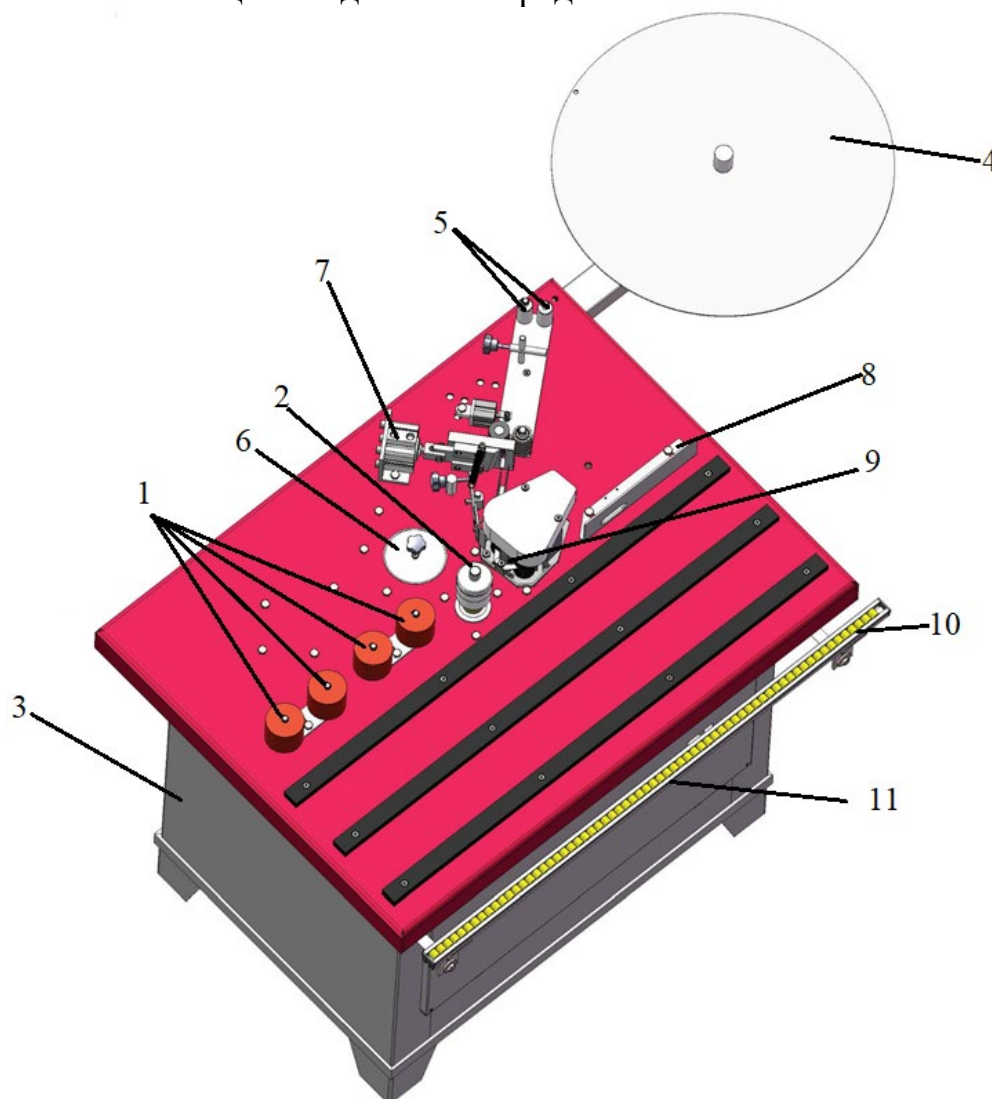

Рис. 1
4.1.1 Схема общего вида станка представлена на Рис. 1.